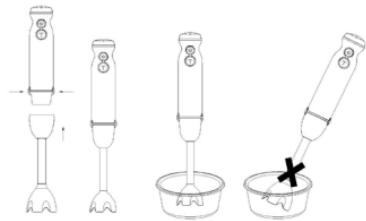

Рис. 1
**Время непрерывной работы с насадкой-блендером (1) не должно превышать 30 секунд. Между рабочими циклами делайте перерыв не менее 3 минут.**
- Насадку-блендер (1) используйте для приготовления соусов, майонеза, фруктовых пюре, детских смесей, смешивания разнообразных ингредиентов, для переработки фруктов и овощей, содержащих достаточное количество сока.
- Перед установкой насадки-блендура (1) убедитесь в том, что вилка шнура питания не вставлена в электрическую розетку.
- Вставьте насадку-блендер (1) в моторный блок до срабатывания фиксаторов (2), убедитесь в надёжной фиксации насадки (рис.1).
- Погрузите насадку-блендер (1) в ёмкость с продуктами, которые вы хотите измельчить/перемешать.
**ВНИМАНИЕ!** При переработке продуктов держите моторный блок с насадкой-блендером (1) вертикально (рис. 1).
- Для включения нажмите и удерживайте кнопку (4) «». Используйте этот режим работы для смешивания жидких продуктов.
- При нажатии и удержании кнопки (4) «» Вы можете регулировать скорость вращения насадки поворотом регулятора (5). Используйте этот режим работы для переработки жидких и твёрдых продуктов.
- Для работы в режиме максимальной скорости нажмите и удерживайте кнопку (3) «».
- Для выключения вращения насадки-блендера (1) отпустите кнопку (3 или 4).
- После завершения работы выньте вилку шнура питания из электрической розетки и снимите насадку-блендер (1), нажав на кнопки фиксатора (2) (рис. 1).